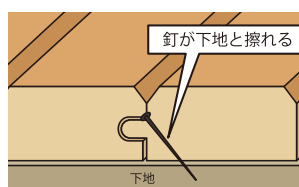

図2
- 2) 釘鳴り 釘鳴りは、「調湿機能」という木の特性が働いて空気中の湿度などによって、木が伸縮している時、フローリングが浮き上がることによって、フローリングを固定している釘（図2参照）下地とこすれて音を発することが主な原因です。